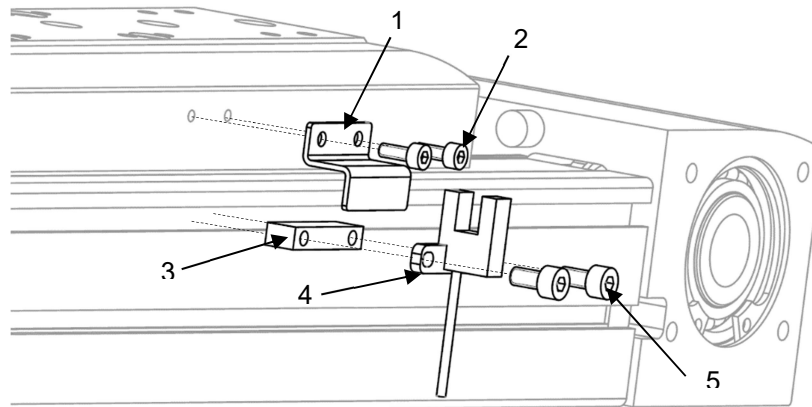

Рисунок 10 – Установка датчика положения
1.4.4 Модуль оснащен пазами в профиле. Установите флаг датчика (поз. 1) на каретку, закрепите его, затянув установочные винты (поз. 2) (см. рисунок 10). В паз модуля установите закладную планку (поз. 3). На неё закрепите датчик (поз. 4) с помощью установочных винтов (поз. 5).